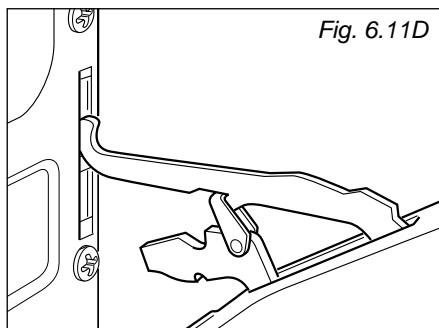

Fig. 6.11D
- A continuación, extraiga el pasador superior de su alojamiento (Fig. 6.11D).